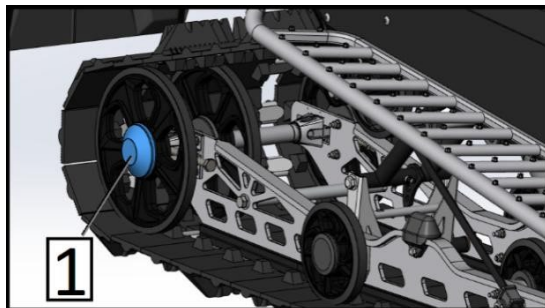

Fig. 38
2. Rimuovere il coperchio della ruota posteriore (se installata) (posizione 5, Fig. 38).